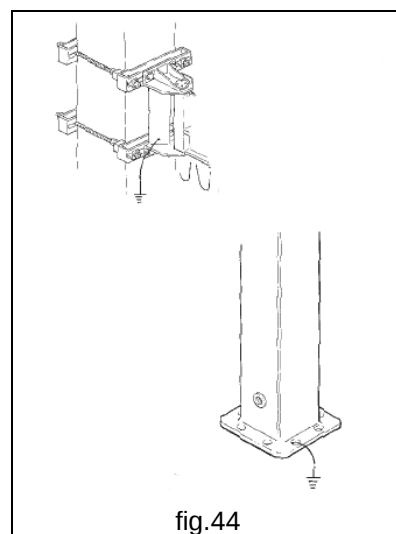

fig.44
- Llevar a cabo la conexión de la instalación de tierra, a la estructura de la grúa, en correspondencia con los puntos de agarre específicos (fig.44).